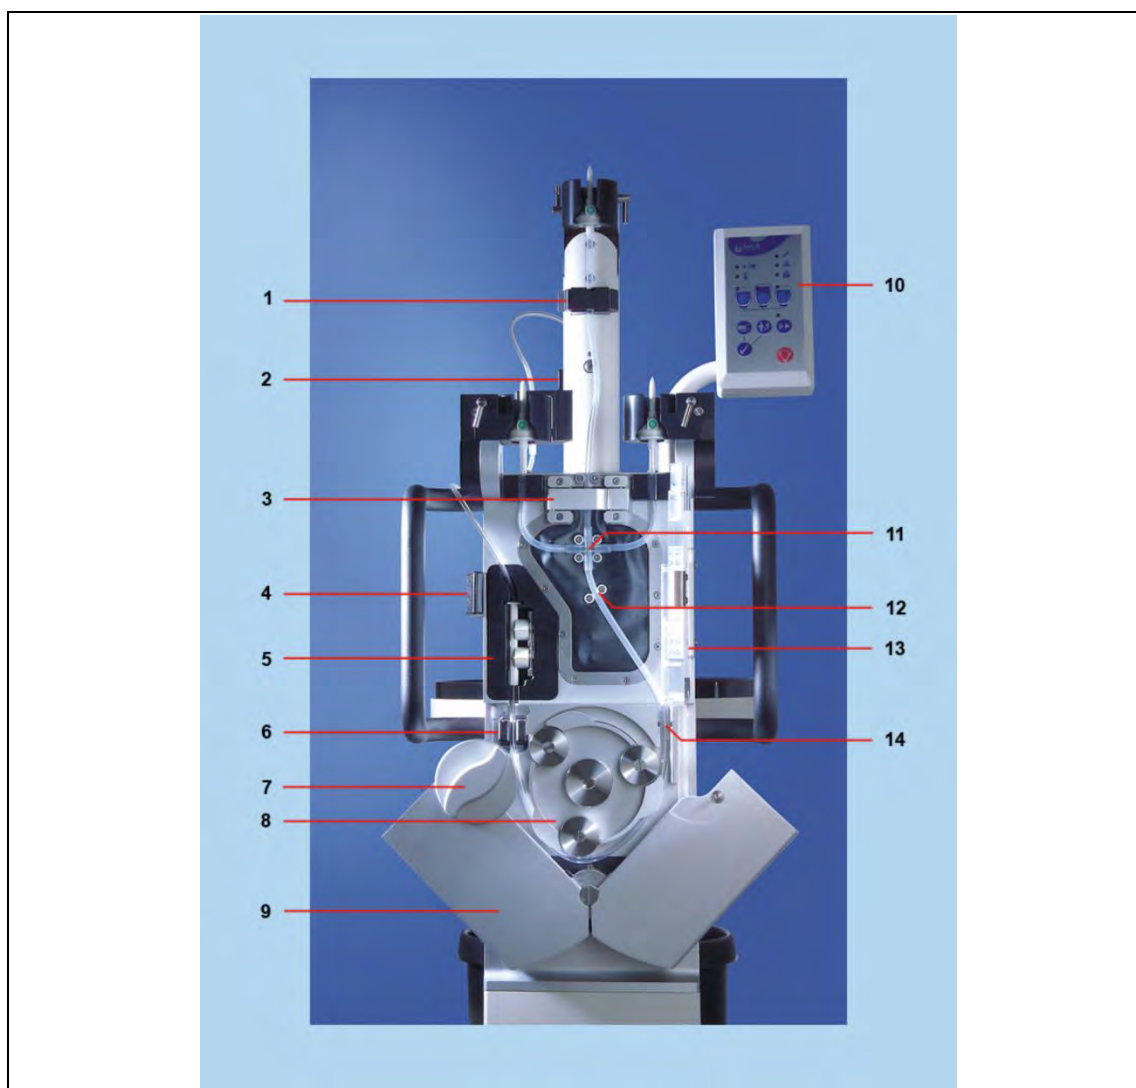
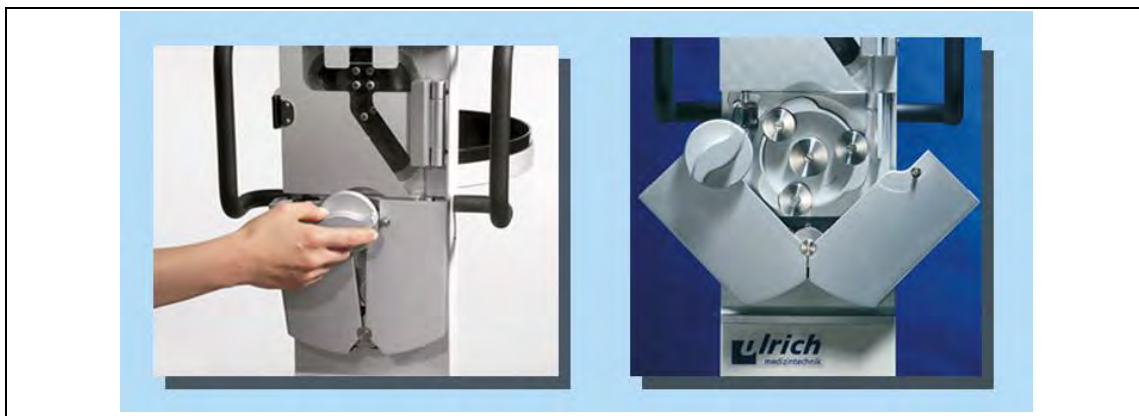
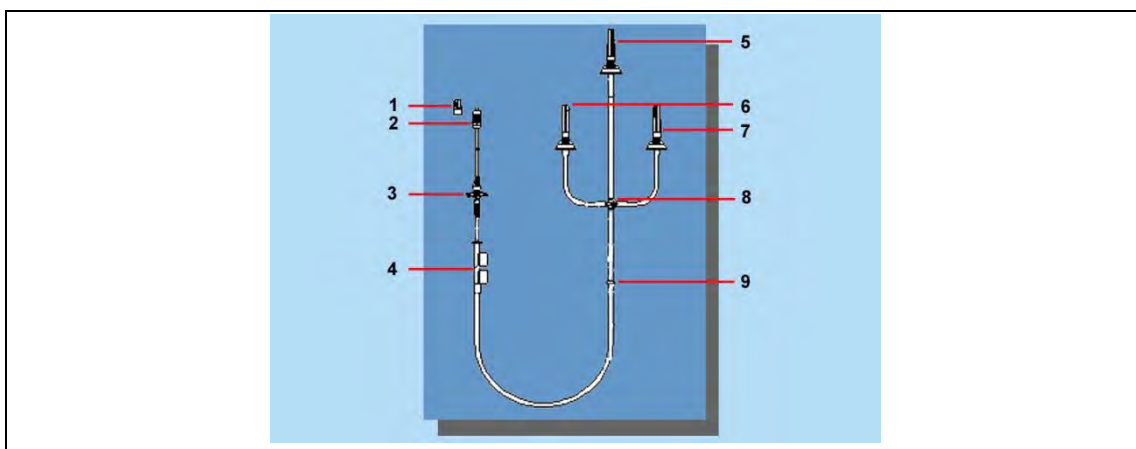
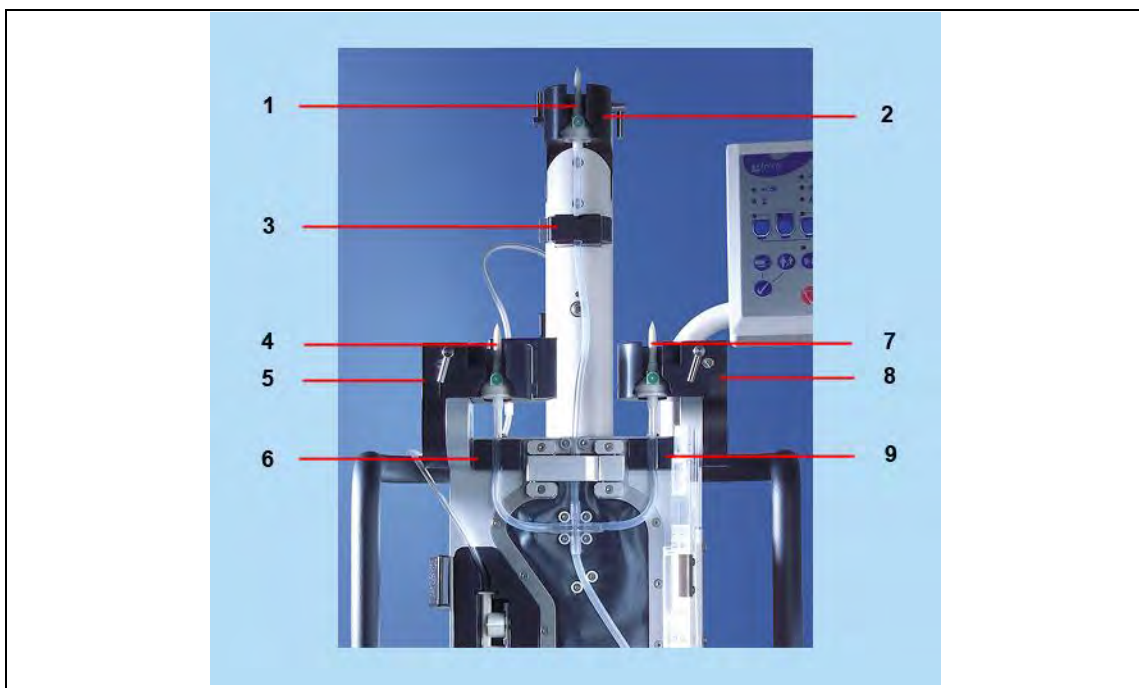

Рис. 6: Обозначение деталей
Рис. 7: Открытие заслонки насоса
Рис. 8: Трубка насоса
Рис. 9: Держатель флакона и датчики
1. Замок дверцы клапана (см. Рис. 6, стр. 26, № 4) вытянуть наружу, открыть дверцу клапана (см. Рис. 6, стр. 26, № 13).
3. Поворотный замок (см. Рис. 6, стр. 26, № 7) повернуть против часовой стрелки и откинуть обе створки заслонки наружу (см. Рис. 7, стр. 27).
4. Вручную вращать колесо насоса, пока один из роликов не встанет в положение "около 6 часов" (приблизительно самое низкое положение) (см. Рис. 7, стр. 27).
5. Открыть крышку датчика NaCl (см. Рис. 6, стр. 26, № 1).
6. Открыть шарнир NaCl (см. Рис. 6, стр. 26, № 3) нажатием на пружинную крышку (справа).
7. Извлечь трубку насоса (см. Рис. 8, стр. 28) из стерильной одноразовой упаковки. Защитные колпачки пока не снимать в целях сохранения стерильности.
9. Среднюю протыкающую иглу для NaCl (см. Рис. 9, стр. 29, № 1) с защитным колпачком вставить в держатель флакона NaCl (см. Рис. 9, стр. 29, № 2).
10. Вложить порт NaCl в сухой датчик NaCl (см. Рис. 9, стр. 29, № 3).
11. Закрыть крышку датчика NaCl (см. Рис. 9, стр. 29, № 3) и закрыть шарнир NaCl (см. Рис. 6, стр. 26, № 3) с находящейся внутри трубкой.
12. Крестовину трубки насоса (см. Рис. 9, стр. 29, № 8) вложить в держатель (см. Рис. 6, стр. 26, № 11).
13. Вложить левую и правую протыкающие иглы для KB (см. Рис. 9, стр. 29, № 4 и 7) с защитным колпачком в держатель флакона KB1 (см. Рис. 9, стр. 29, № 5) и KB2 (см. Рис. 9, стр. 29, № 8), при этом выровнять фильтр вентиляции (цветная точка) у протыкающих игл по направлению вперёд.
14. Оба порта KB (см. Рис. 9, стр. 29, 6-8 и 7-8) вложить с геометрическим замыканием в сухие ультразвуковые датчики KB1 (см. Рис. 9, стр. 29, № 6) и KB2 (см. Рис. 9, стр. 29, № 7).
- Вложить трубку под крестовиной в направляющую (см. Рис. 9, стр. 29, № 12).
16. Вначале вложить систему измерения давления (см. Рис. 8, стр. 28, № 4) с геометрическим замыканием в напорную камеру (см. Рис. 6, стр. 26, № 5), затем вдавить трубку насоса в расположенный ниже воздухоуловитель (см. Рис. 6, стр. 26, № 6).
17. Закрыть дверцу клапана (см. Рис. 6, стр. 26, № 13).
18. Закрыть заслонку насоса (см. Рис. 6, стр. 26, № 9).
19. Поворотный замок (см. Рис. 6, стр. 26, № 7) после фиксации ещё раз подтянуть по часовой стрелке (положение должны быть горизонтальным).
1. Снять защитный колпачок с трубки насоса (см. Рис. 7, стр. 27, № 1).